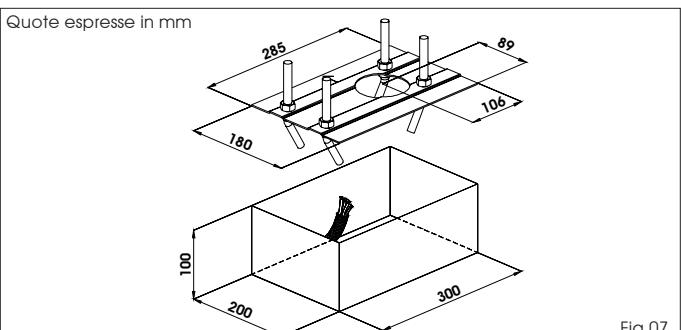

Fig.07
3) Una volta determinata la posizione della piastra di fondazione eseguire un plinto come da Fig.07 e murare la piastra prevedendo una o più guaine per il passaggio dei cavi. Verificare la perfetta orizzontalità della piastra con una livella. Attendere che il cemento faccia presa.